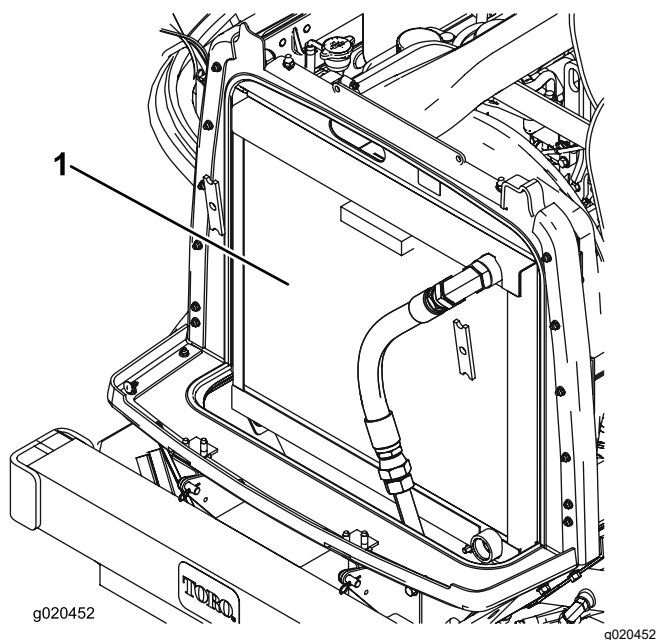

Figure 73
3. Nettoyez soigneusement les deux côtés du radiateur/refroidisseur à l'air comprimé (Figure 73).